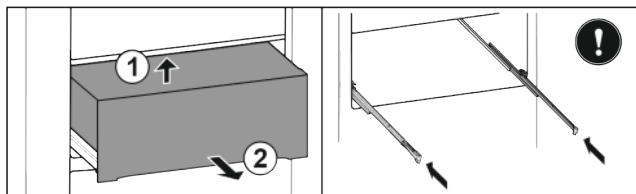

Fig. 39
- ▶ Unieść z tyłu od dołu Fig. 39 (1).
- ▶ Wyjąć do przodu Fig. 39 (2).